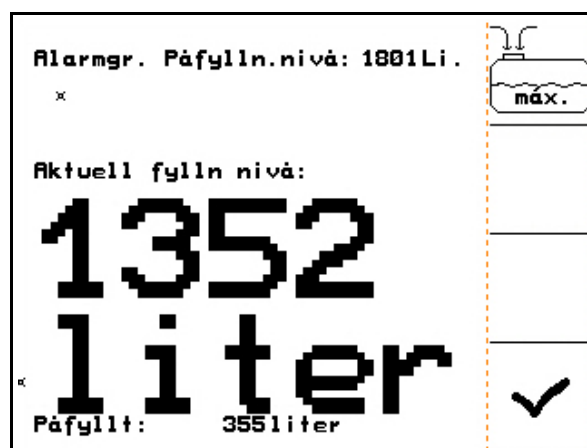

Bild 83
1.  Öppna påfyllningsmenyn (Bild 83).